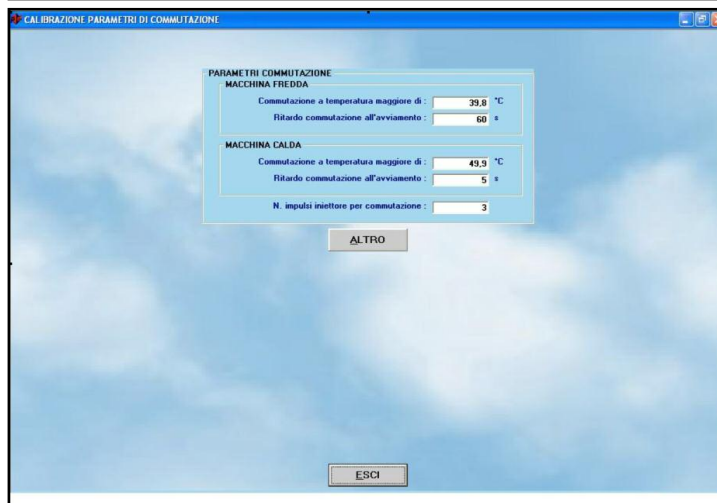
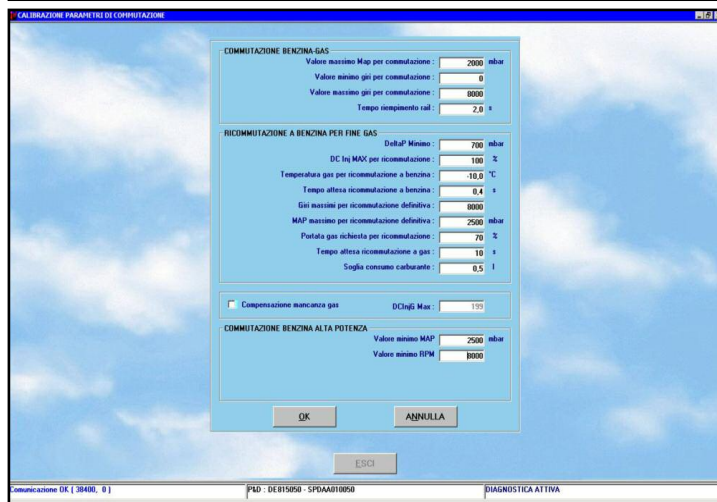

fig. 5-34
fig. 5-35
Questa schermata consente di modificare i parametri per la commutazione da benzina a gas. Sono evidenziate due sezioni con scritte in maiuscolo (vedi fig. 5-34):
bili in fig. 5-34, la commutazione avverrà quando si verificherà almeno una delle due condizioni seguenti (vince quella che si verifica per prima):
Con il valore di 3 iniezioni visibile in fig. 5-34, facendo l'esempio di una vettura a 4 cilindri, dopo la commutazione del primo iniettore avverranno 3 iniezioni in cui 3 cilindri saranno ancora alimentati a benzina e uno solo a gas, dopodiché per 3 iniezioni ci saranno 2 cilindri a gas e 2 a benzina, dopo altre 3 iniezioni ci saranno 3 cilindri a gas e 1 a benzina, e dopo ancora 3 iniezioni anche l'ultimo iniettore a gas verrà attivato. Il tasto **ALTRO** consente di impostare altri parametri per la commutazione da benzina a gas e di gestire la ricommutazione gas/benzina, che di solito avviene per mancanza di gas nel serbatoio o per temperatura troppo bassa del gas (vedi fig. 5-35). Si consiglia di modificare i parametri di questa schermata solo con il supporto dei tecnici BRC.
- **Valore massimo MAP per commutazione:** corrisponde al valore di pressione assoluta nel collettore di aspirazione al di sopra del quale viene impedita la commutazione a gas. Inserendo qui un valore "2000", come si vede in fig. 5-35, la commutazione è possibile solo per valori del MAP inferiori a 2000 mbar (in pratica sempre).
- **Valore minimo RPM per commutazione:** corrisponde al valore di giri motore al di sotto del quale viene impedita la commutazione a gas. Inserendo qui un valore "0", come si vede in fig. 5-35, la commutazione è possibile a qualsiasi valore di giri del motore.
- **Tempo riempimento Rail:** è il tempo che trascorre, in fase di commutazione, da quando vengono aperte le elettrovalvole del gas a quando inizia la commutazione del primo iniettore. Tale tempo serve per portare in pressione l'impianto prima di commutare. Inserendo qui un valore "2", come si vede in fig. 5-35, la commutazione inizia 2 secondi dopo l'apertura delle elettrovalvole.
- **DeltaP Minimo:** corrisponde al valore di DeltaP (differenza tra la pressione del gas nel rail ed il MAP) al di sotto del quale si ricommuta a benzina. Nell'esempio di fig. 5-35 un DeltaP inferiore a 700 mbar causa la ricommutazione a benzina per fine gas.
- **Temperatura gas per ricommutazione a benzina:** se la temperatura del gas diventa minore del valore impostato (-10°C nell'esempio di fig. 5-35), il sistema ricommuta a benzina, in modo da prevenire malfunzionamenti dovuti a temperature troppo basse.